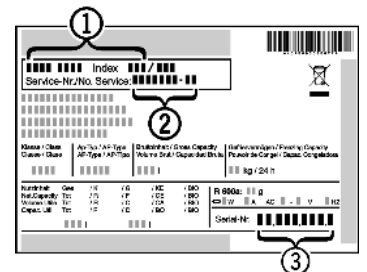

Fig. 24
- ▶ Označení přístroje *Fig. 24 (1)*, servisní číslo *Fig. 24 (2)* a sériové číslo *Fig. 24 (3)* naleznete na typovém štítku. Identifikační typový štítek je umístěn na levé vnitřní stěně přístroje.